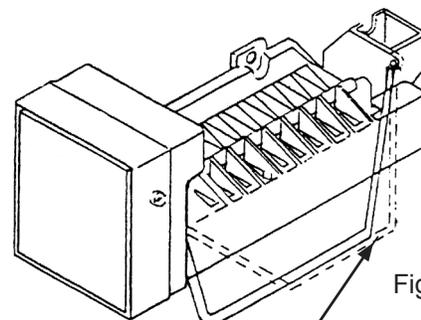

Figure 7
- La tige du bras de coupure doit être abaissée en position la plus basse pour que la production de glaçons soit possible. (Voyez la Figure 7).
- Vous pouvez aussi arrêter manuellement la machine en relevant le bras de coupure en position de verrouillage tout en haut. (Voyez la Figure 7).